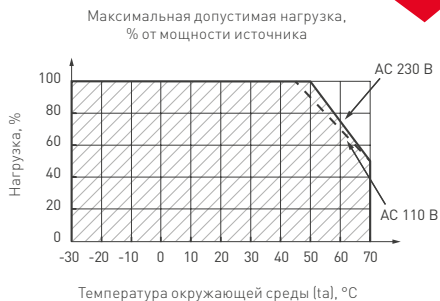

Рис. 3. Нагрузочная способность источника питания в зависимости от температуры
Температура окружающей среды	-30... +70 °С (см. рис. 3)
- 4.3. Не нагружайте источник питания более 80% от его максимальной мощности. Учтите, что с повышением температуры окружающей среды максимальная мощность источника питания снижается, см. график зависимости на рис. 3.